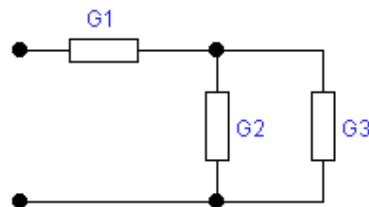

Рис. 2.21.
2.7.39. В схемі на рис.2.21 задано значення еквівалентної провідності кола $G=0,025\text{См}$. Знайти провідність G_1 , якщо $G_2=0,01\text{См}$, $G_3=0,04\text{См}$.